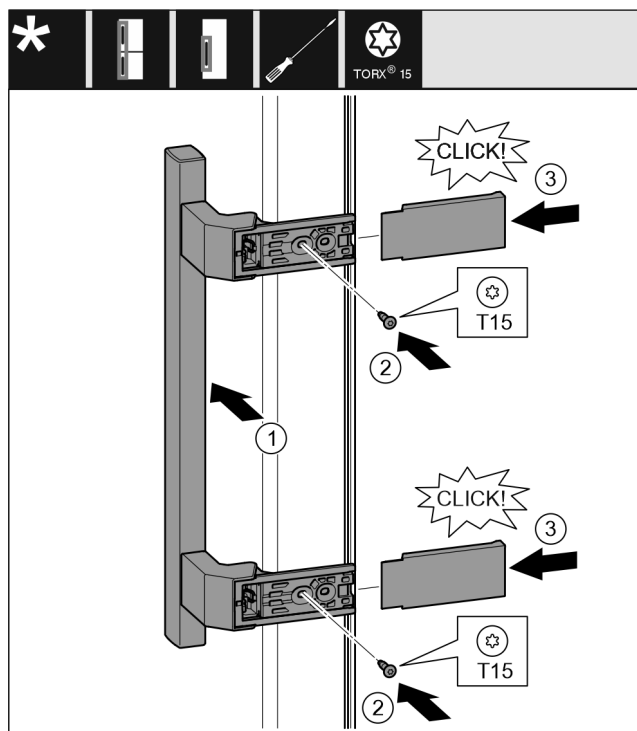

Fig. 20
- Breng het handvat aan de andere kant aan. Fig. 20 (1)
- Schroeven met schroevendraaier T15 vastschroeven. Fig. 20 (2)
- Plaats de afdekkingen op de zijkanten en schuif ze erop. Fig. 20 (3)